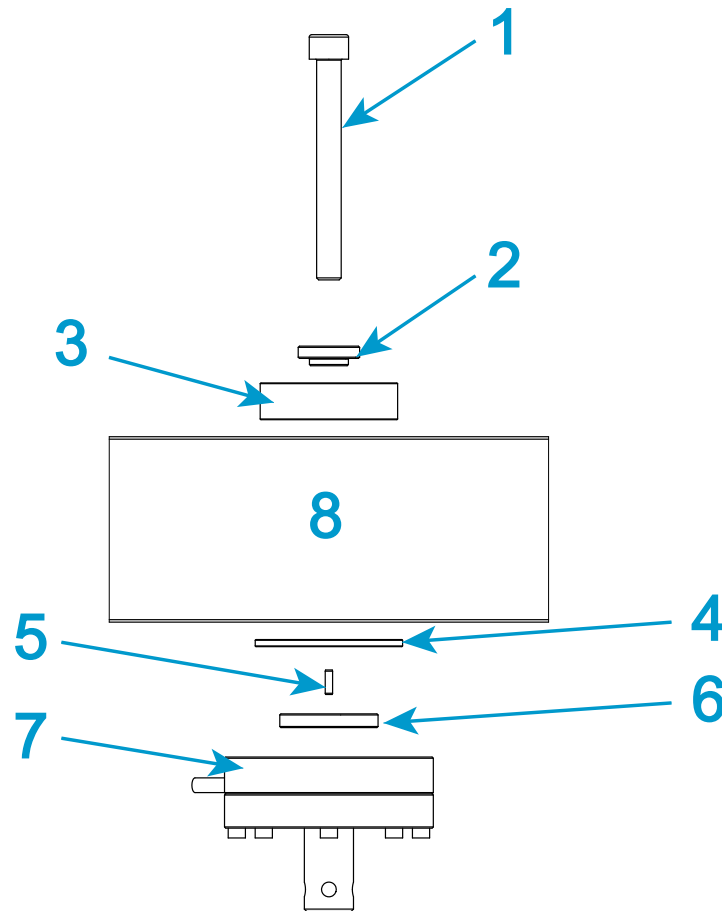

Figura 21. Instalación de una célula de carga de la serie 2530: capacidades de 5 N a 100 N
Leyenda de la Figura 21
1. Consulte la Figura 21 y la tabla asociada, y prepare el hardware de montaje adecuado.
2. Monte el hardware que se muestra encima de la cruceta en la Figura 21 y colóquelo en la parte superior del orificio central de la cruceta.